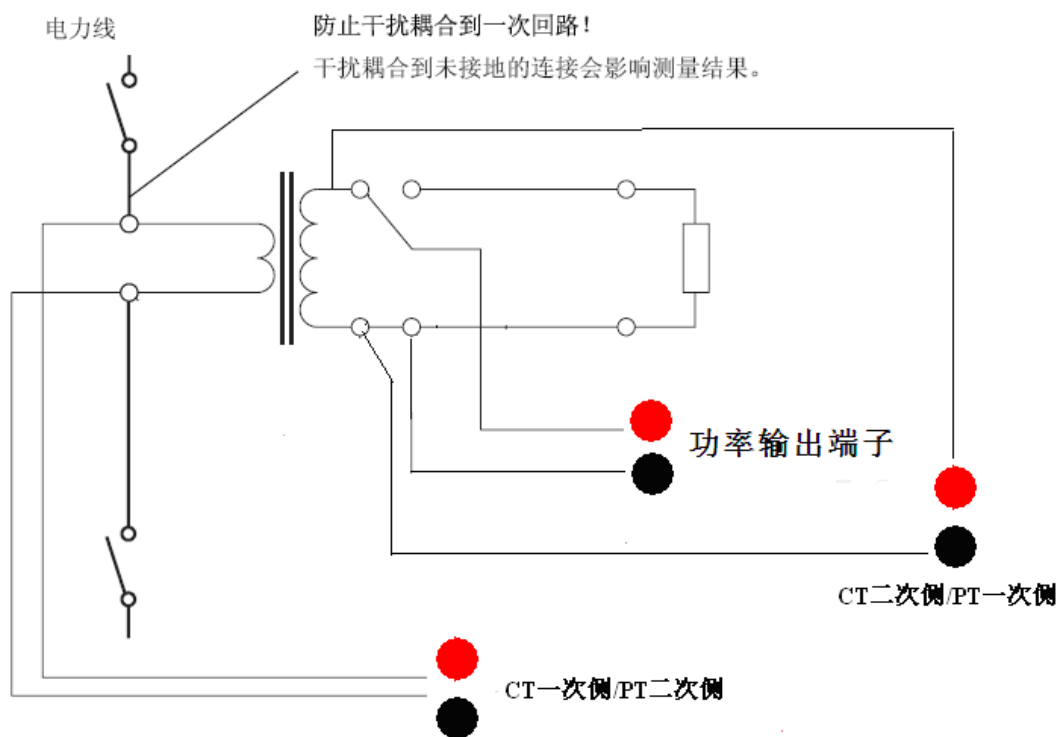

图 3.4 CT 分析，变比和极性试验接线位置图
1) 断开电力线与 CT 一次侧的连接，未接地的电力线较长，会给 CT 一次侧的测量引入较大干扰，参见图 3.4。
9) 为了消除接触电阻对线圈电阻测量的影响，在连接 CTPT 分析仪的端子时，CT 二次侧/PT 一次侧的连接端子应保持在功率输出端子的内侧，如图 3.4。
- 5) 为了消除接触电阻对线圈电阻测量的影响，在连接 CTPT 分析仪的端子时，CT 二次侧/PT 一次侧的连接端子应保持在功率输出端子的内侧，如图 3.4。
- 7) 为了消除接触电阻对线圈电阻测量的影响，在连接 CTPT 分析仪的端子时，CT 二次侧/PT 一次侧的连接端子应保持在功率输出端子的内侧，如图 3.4。
- 8) 为了消除接触电阻对线圈电阻测量的影响，在连接 CTPT 分析仪的端子时，CT 二次侧/PT 一次侧的连接端子应保持在功率输出端子的内侧，如图 3.4。